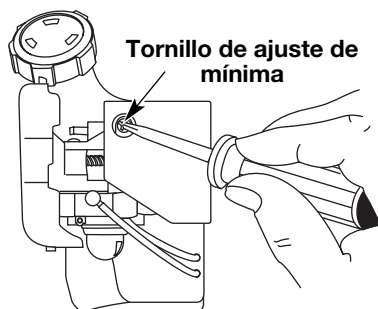

Fig. 38
La velocidad mínima del motor puede ser ajustada. Puede tener acceso al tornillo de ajuste de mínima a través de un orificio en la parte superior de la cubierta del motor (Fig. 38).
2. Suelte el gatillo del regulador y deje que el motor funcione en mínima. Si el motor se para, inserte un destornillador Phillips pequeño en el orificio de la cubierta del motor (Fig. 38). Gire el tornillo de mínima hacia adentro, en sentido horario, de a 1/8 de vuelta por vez (según sea necesario) hasta que el motor funcione en mínima suavemente.